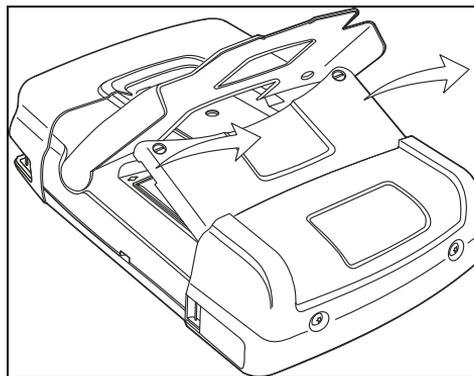

Figura 48. Rimozione del coperchio della batteria
4. Sollevare il coperchio della batteria e rimuoverlo (Figura 48)